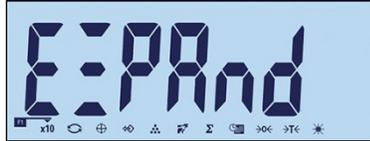
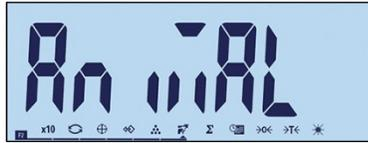

Figura 3-40: Configuración de la tecla de función 1
Figura 3-41: Configuración de la tecla de función 2
- Las teclas de función también pueden configurarse en la pantalla de inicio. Presione y mantenga así la tecla de función a ser configurada para ingresar en la pantalla de configuración (Figura 3-40, Figura 3-41).
Acceso al menú F2.1.1. Use las teclas Arriba  y Abajo  para seleccionar la función requerida de las opciones mostradas en la Tabla 3-3. El enfoque cambiará para indicar la función seleccionada, como se muestra en la Figura 3-40, donde está seleccionado Expand x10 . Presione  para confirmar la selección.
Ingrese en el menú F2.1.1 y use las teclas Arriba  y Abajo  para seleccionar la función requerida. El enfoque cambiará para indicar la función seleccionada, como se muestra en la Figura 3-41, donde Pesaje de animales está seleccionado. Presione  para confirmar la selección.